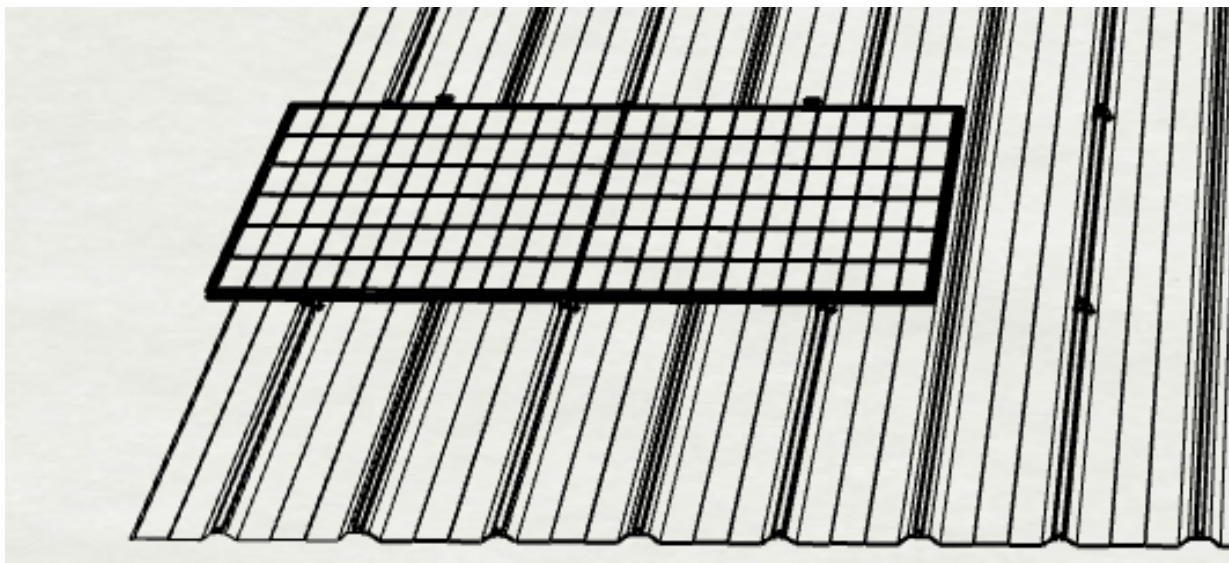

図 6
- 軽量製品の取付手順は、下から上へ、左から右へ行います。まず最初の製品を取り付け、製品を2つのクランプの間に配置します。左右の位置を調整し、両端の張り出し位置が一致するようにします。(図 6)